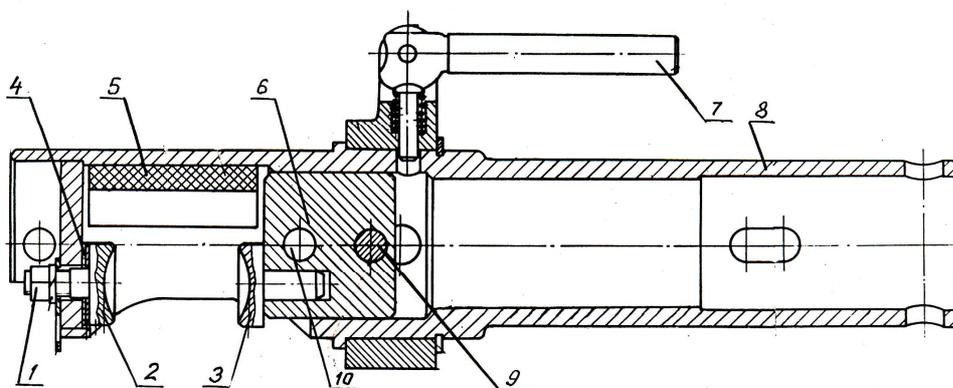
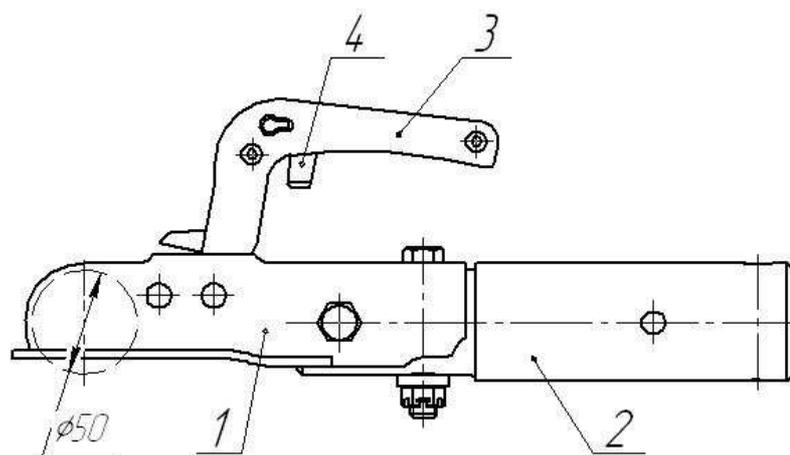

Рисунок 3 – Сцепное устройство прицепа П05.02
Рисунок 4 – Сцепное устройство прицепа П05.02-01
Сцепное устройство прицепа П05.02 (рисунок 3) и прицепа П05.02-01 (рисунок 4) выполнено в соответствии с требованиями ОСТ 37.001.096-84 и рассчитано на сцепку с шаровым пальцем диаметром 50 мм.
- расстопорите сцепное устройство, подняв рукоятку фиксатора 7 (рисунок 3) вверх и повернув ее вправо вниз;
- нажимая указательным пальцем кнопку безопасности 4 на рукоятке 3 (рисунок 4), поднимите рукоятку 3 вверх;
Сцепное устройство прицепа П05.02 (рисунок 3) рассчитано на сцепку с шаровым пальцем диаметром 50 мм. Регулировку сцепного устройства проводите в следующей последовательности: